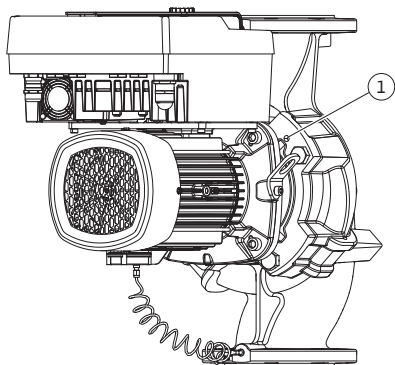

Fig. 11: Виштовхування вставного модуля через різьбові отвори (залежно від типу насоса)
У насосах типу Fig. II і Fig. III використовувати для цього два різьбові отвори (Fig. 11, поз. 1). Використовувати також відповідні гвинти, надані на місці встановлення (наприклад, M10x25 мм).
5. Виштовхнути вставний модуль із корпусу насоса (див. Fig. 4). Використовувати для цього два різьбові отвори (див. Fig. 11). Щоб вийняти вставний модуль з гнізда, вкрутити в різьбові отвори гвинти M10 відповідної довжини.